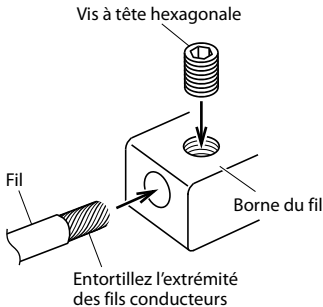

Fig. 6
3. Serrez la vis à tête hexagonale avec la clé hexagonale (fournie) pour fixer le fil. (Fig. 6)